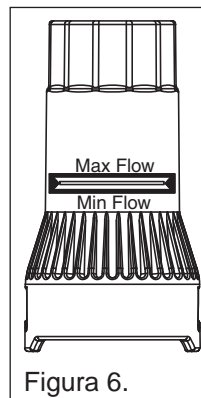

Figura 6.
3. Compruebe que el émbolo blanco (dentro del medidor de flujo) esté alineado dentro las caja de calibrador de caudal. **Véase figura 6.**